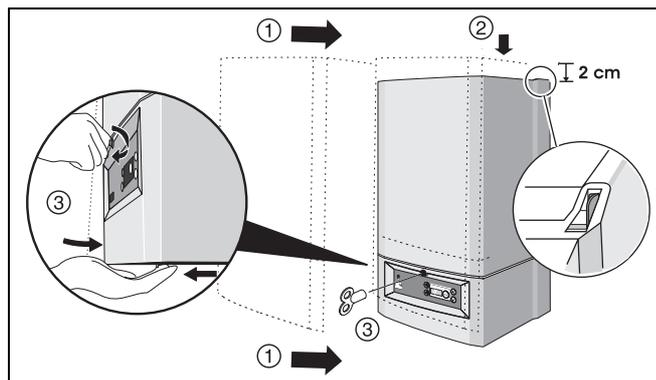

Fig. 29 Rimontare il rivestimento
- Montare il rivestimento (fig. 29).